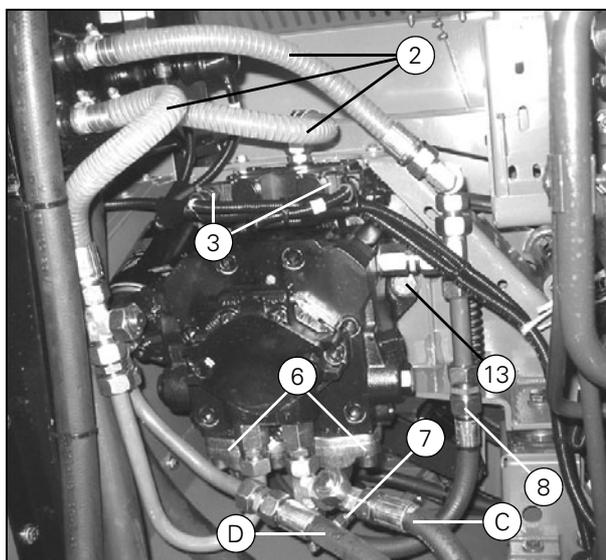
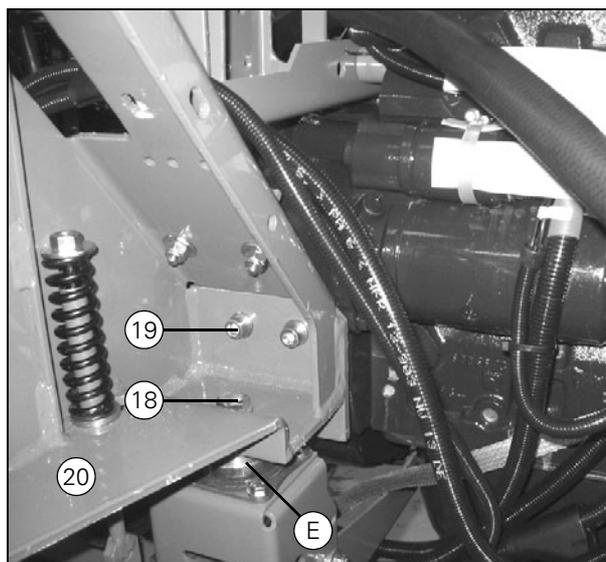

Рисунок 30
Рисунок 32
ВАЖНОЕ ЗАМЕЧАНИЕ: Обработайте болты (13) (Рис. 30) и (19) (Рис. 32) составом Loctite и затяните их моментом 400 и 90 Нм соответственно.